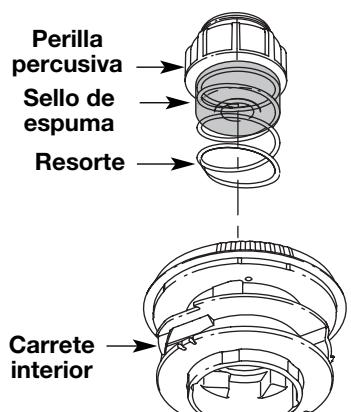

Fig. 23
- Saque la perilla percusiva, el resorte y el sello de espuma girando la perilla percusiva en sentido antihorario (Fig. 23).
- Sostenga el carrete interior en su lugar e instale la botón de tope, el resorte y el sello de espuma presionando y girando la botón de tope en sentido horario. Tome los extremos y tire con firmeza para soltar la línea de las ranuras de fijación en el carrete interior (Fig. 23).
- Saque la botón de tope, el resorte y el sello de espuma (Fig. 23).
- Coloque la botón de tope, el resorte y el sello de espuma en la bobina exterior (Fig. 23).